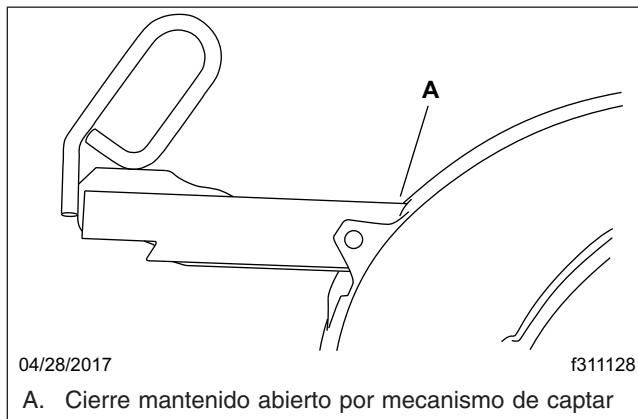

Figura 10.7, Manija de liberación de Jost en posición abierta
2. Abra las mordazas del remolque. Vea la Figura 10.7.